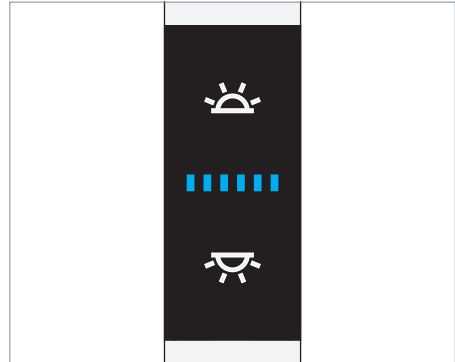

Fig. 20: Élément de commande bouton-poussoir multifonction.
- ▶ Appuyez sur la touche supérieure, voir Fig. 20.
- ▶ Appuyez sur la touche inférieure, voir Fig. 20.
- ▶ Appuyez sur la touche supérieure et tenez-la appuyée, voir Fig. 20.
- ▶ Appuyez sur la touche inférieure et tenez-la appuyée, voir Fig. 20.